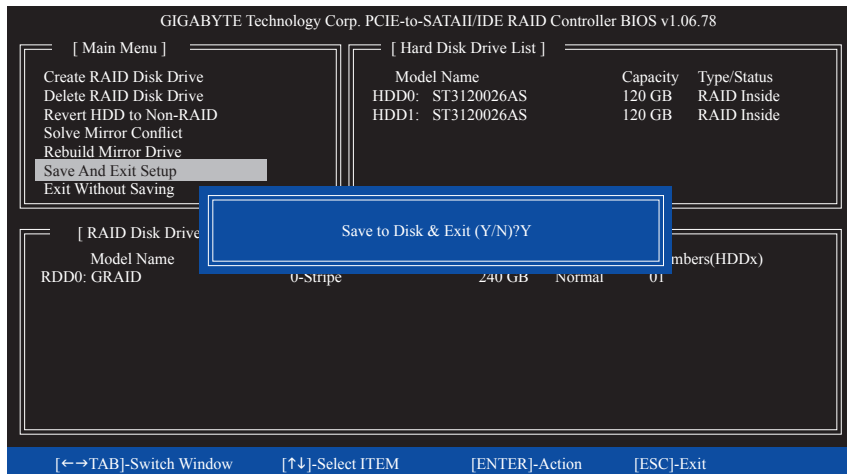

図 10
7. セットアップを保存して終了: RAID アレイを構成した後、メイン画面で **Save And Exit Setup** 項目を選択し、設定を保存してから RAID BIOS ユーティリティを終了し、<Y>を押します (図 10)。